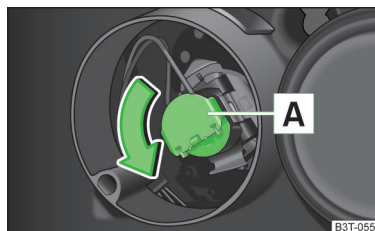

Abb. 203 Halogen-Scheinwerfer: Glühlampe für Abblendlicht wechseln
- Den Stecker mit der Glühlampe **A** » Abb. 203 bis zum Anschlag in Pfeilrichtung drehen.